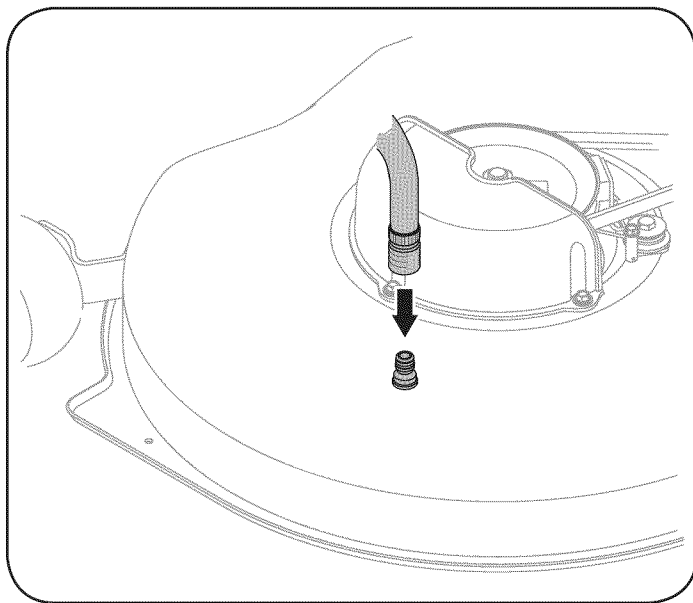

Figura 16
4. Una el acople de la manguera al puerto de agua que se encuentra en la superficie de la plataforma. Vea la Figura 16.